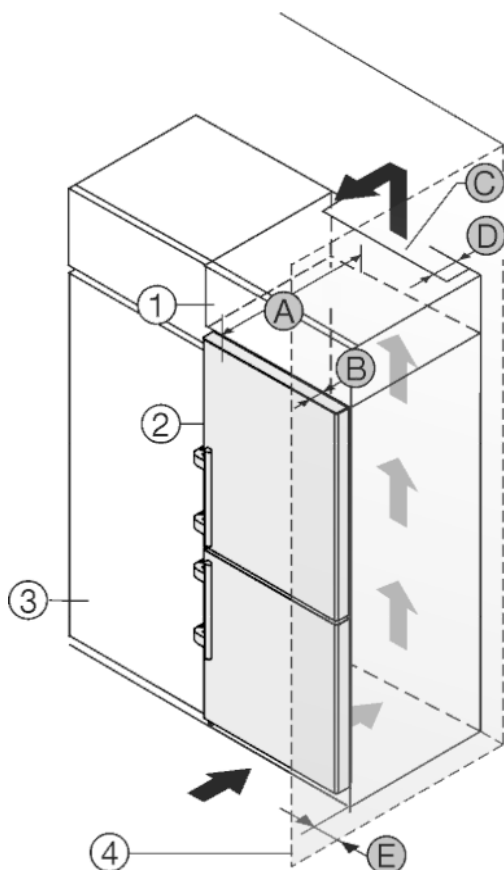

Fig. 12
Das Gerät kann mit Küchenschränken umbaut werden. Um das Gerät Fig. 12 (2) der Küchenzeilenhöhe anzugleichen, kann über dem Gerät ein Aufsatzschrank Fig. 12 (1) angebracht werden.
Das Gerät kann direkt neben dem Küchenschrank Fig. 12 (3) aufgestellt werden. Um die Türe vollständig öffnen zu können, muss das Gerät um die Tiefe Fig. 12 (B) gegenüber der Küchenschrankfront vorstehen. Abhängig von der Tiefe der Küchenschränke und Verwendung von Wandabstandshaltern kann das Gerät weiter herausragen.
- An der Rückseite des Aufsatzschrankes muss ein Abluftschacht mit der Tiefe Fig. 12 (D) über die gesamte Aufsatzschrankbreite vorhanden sein.
- Unter der Raumdecke muss der Entlüftungsquerschnitt Fig. 12 (C) eingehalten werden.
Wenn das Gerät mit den Scharnieren neben einer Wand Fig. 12 (4) aufgestellt wird, muss der Abstand Fig. 12 (E) zwischen Gerät und Wand eingehalten werden. Dies entspricht dem Griffüberstand bei geöffneter Tür.